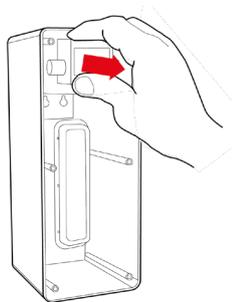
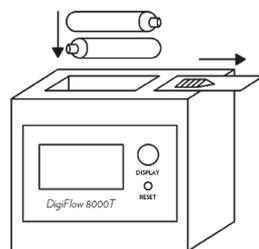

Fig. 1-2
Fig. 1-3
18.4 – Afferrare il contalitri e tirarlo verso l'esterno staccandolo dall'attacco in velcro, ruotarlo leggermente in avanti, vedi Fig. 1-2 e inserire le batterie, vedi Fig. 1-3.